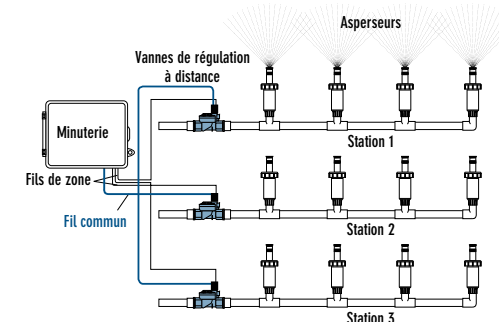

Figure 13: Branchement des fils d'asperseur aux vannes
- Branchez un fil de chaque vanne (n'importe lequel) à un fil unique « commun » d'asperseur (en général blanc). [Voir figure 13]